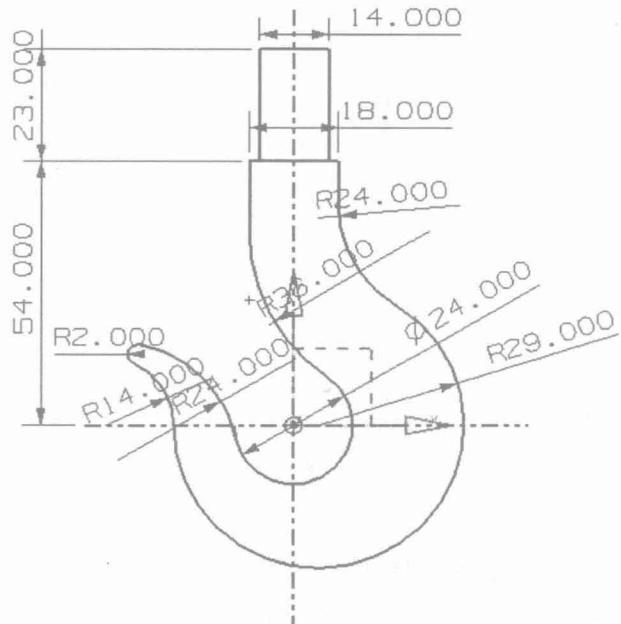

图 1-16 吊钩草图
(15) 拾取标注尺寸的线段，移动鼠标至合适位置，点击左键放置尺寸，吊钩的二维草图及尺寸标注如图 1-16 所示。